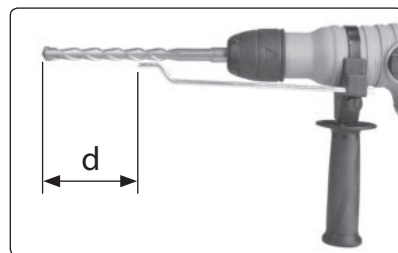

Abb. 5
- Zwecks Messung der Tiefe zum Bohren/Ausschneiden mit Bohrkronen kann man in den Griff den Tiefenanschlag schieben und diesen auf die geforderte Bohrtiefe einstellen. Durch die Entfernung zwischen dem Ende des Tiefenanschlages und Bohrerende wird die Tiefe der Bohrung festgelegt, siehe Abb. 5.
2. Stellen Sie mit Hilfe des Tiefenanschlages die gewünschte Bohrtiefe ein (Abb. 5) und sichern Sie dann den Tiefenanschlag durch Anziehen der Flügelmutter.